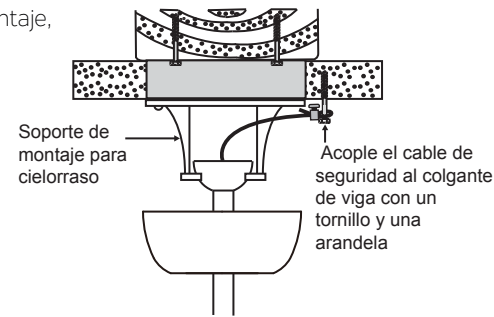

Fig. 11
Step 1. Inserte un tirafondo y arandelas en el colgante de viga junto al soporte de montaje, pero no ajuste. (Fig. 11)